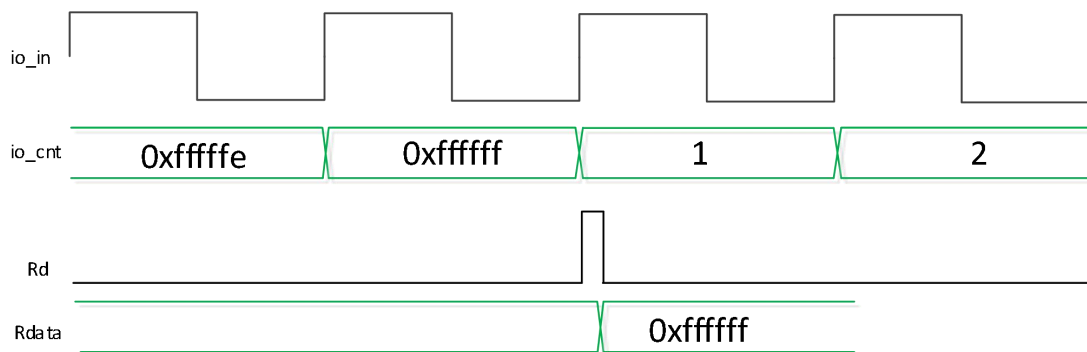

图 13 溢出与读同时来（上升沿计数）
- 溢出与读同时发生，此时读到 0xfffff，同时计数值变为 1。当溢出和读清零同时发生时，io_cnt = 1。如图 13 所示。